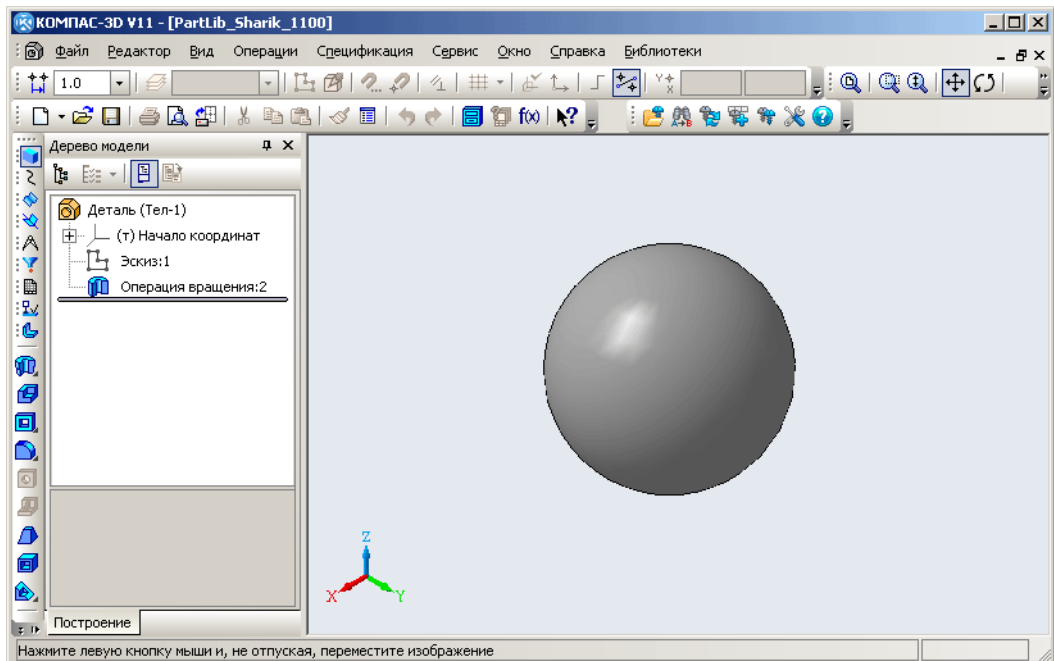

Рис. 3.15.
Постройте поверхность вращения так, как показано на рис. 3.15.
6. Вызовите команду главного меню **Вид – Скрыть – Системы координат**. Отображение системы координат будет выключено (рис. 3.15).